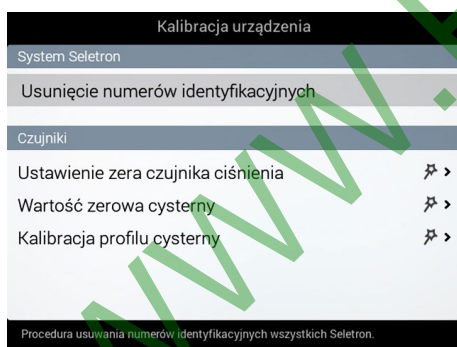

Fig. 138
- Wybrać pozycję **Usunięcie numerów identyfikacyjnych** (Fig. 138)